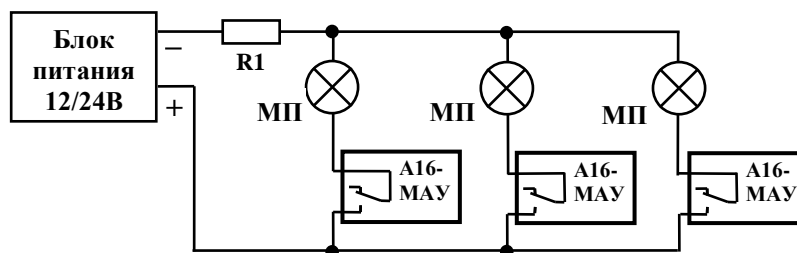

Рис.5. Схема подключения модулей пожаротушения ("МП") с контролем исправности цепи каждого модуля и с веерным включением модулей.
6.1.21. При питании нескольких групп модулей от единого источника возможно организовать их веерное включение. Для этого шлейф с модулями пожаротушения необходимо подключить непосредственно к источнику питания через ограничительный резистор R1 (рис.5), а модулям А16-МАУ задать время задержки включения таким образом, чтобы их включение